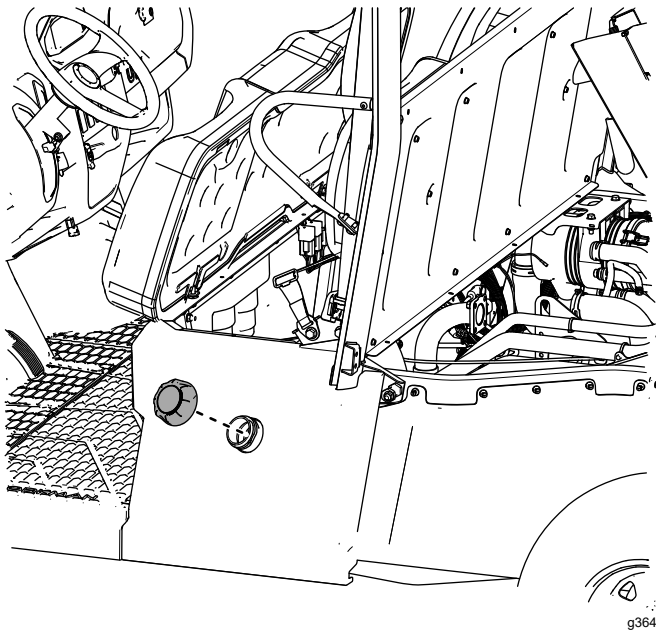

Bild 29
24. Bringen Sie den Tankdeckel an der linken Sitzunterteilplatte an (Bild 29).